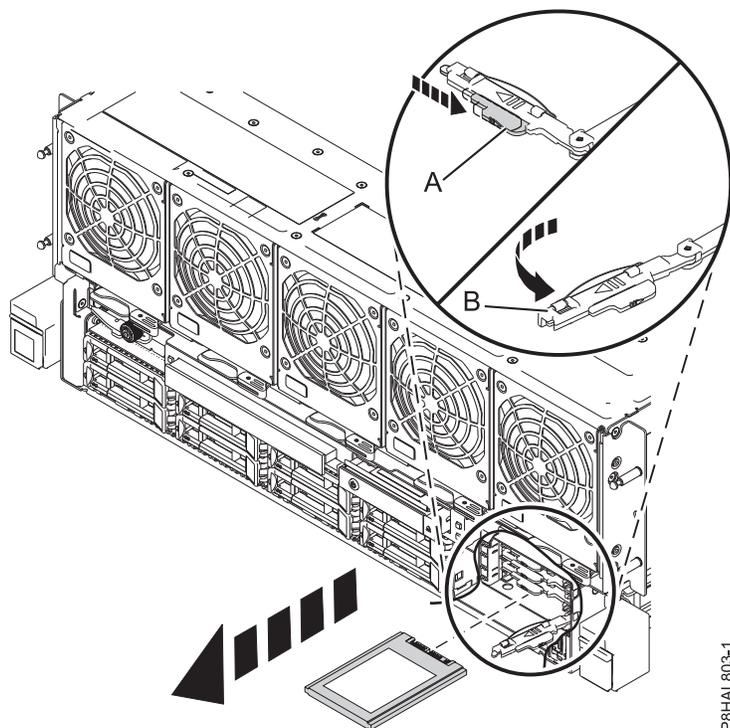

Figura 23. Remover uma unidade SSD de um sistema de 8408-44E ou 8408-E8E
10. Quando o LED de identificação acender, desbloqueie a pega do compartimento de unidade (B) ao empurrar o trinco da pega (A) na direcção demonstrada e ao puxar a pega do compartimento de unidade (B) para fora, conforme demonstrado em Figura 23. Se a pega não estiver completamente fora, a unidade de disco de segunda geração não poderá deslizar para fora do sistema.